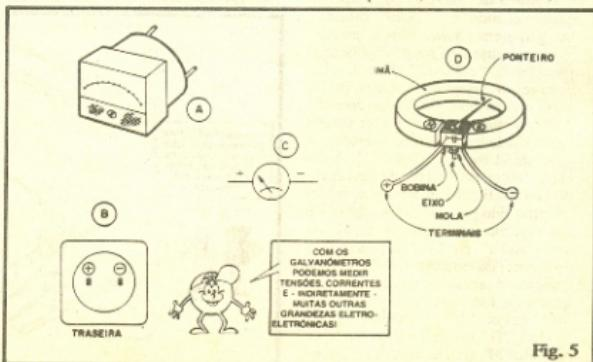
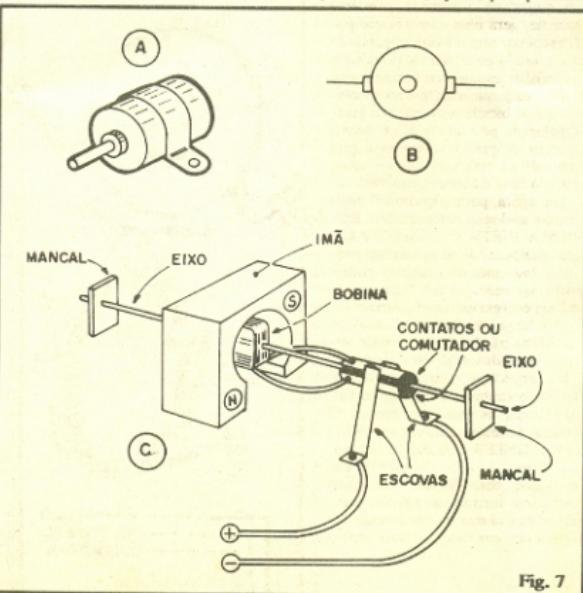

Fig. 5
Fig. 7
- FIG. 5-A - Aparência externa típica de um GALVANÔMETRO (medidor de Corrente). Dependendo da escala ou capacidade de medição do componente, ele pode ser chamado de MICROAMPERÍMETRO, MILIAMPERÍMETRO ou AMPERÍMETRO, respectivamente usados para indicar proporcionalmente corrente na casa dos microampéres, miliampéres ou ampéres...
- FIG. 5-B - Galvanômetros são dispositivos polarizados, ou seja: seus terminais "positivo" (+) e "negativo" (-) são específicos, e **não podem** ser ligados invertidos (sob pena de dano ao instrumento). Normalmente a polaridade dos terminais vem marcada, com nitidez, na traseira do galvanômetro.
- FIG. 5-C - Símbolo adotado para representar os galvanômetros (ou outros "medidores" elétricos...) nos diagramas de circuitos ("esquemas").
- FIG. 5-D - Estrutura (simplificada) de um galvanômetro. Uma pequena bobina
- FIG. 7-A - "Jeitão" típico dos motores de C.C. comuns. Podem ser obtidos em vários tamanhos, torques ("torque") é a força que um motor é capaz de exercer, no seu giro...) e regimes de rotação, em RPM (Rotações Por Minuto). Também são várias as tensões nominais de trabalho, tipicamente indo de apenas 1,5 volts até 48 volts, adequando-se, portanto, a cada
- FIG. 7-B - Símbolo usado para representar os motores nos "esquemas" de circuitos, em ABC.
- FIG. 7-C - Estrutura (simplificada) de um motor C.C. Igualzinho ocorre no galvanômetro, uma bobina encontra-se "mergulhada" dentro de intensas linhas de força de um campo magnético gerado por um imã permanente em forma de "U" ou círculo interrompido. A diferença mecânica básica é que no MOTOR a bobina tem seu giro **todo** livre (o que ocorre apenas em parte, no galvanômetro - ver fig. 5-D). Um inteligente sistema de comutadores e "escovas" permite alimentar a bobina de corrente elétrica ao longo de todo o seu giro (causado pela interação do campo magnético eletricamente gerado na dita bobina, com o campo fixo gerado pelo imã permanente...). Num motor de C.C. a bobina ou enrolamento encontra-se rigidamente fixada ao eixo (que pivota em mancais) de modo que, através de uma extremidade livre do dito eixo podemos "recolher" o movimento e usá-lo para nossos propósitos! Não se sabe ao certo (existe uma certa disputa ou divergência quanto a isso...) quem, pela primeira